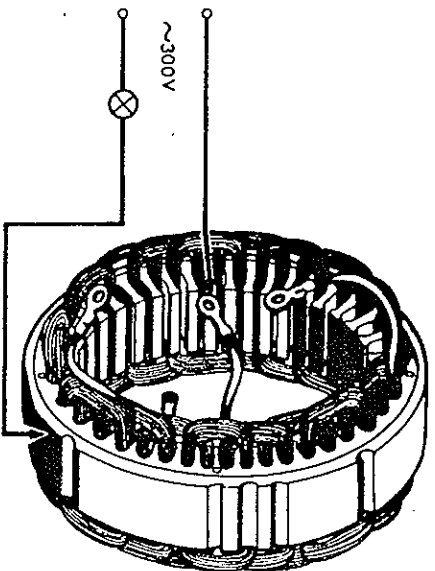

Fig. 10-10
c) Comprobar la resistencia entre las salidas de dos fases, aplicando una tensión de 6 V. entre ambas, y comprobar la corriente que circula por el amperímetro (Fig. 10-10), y verificar que el valor indicado se encuentra dentro del margen especificado más abajo.